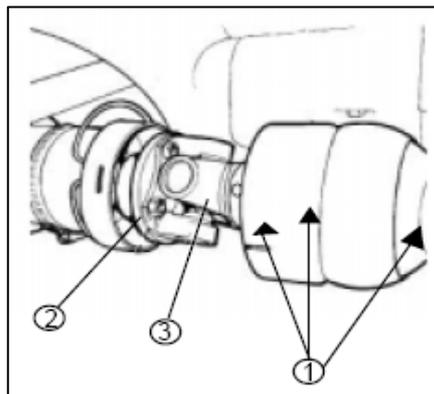

Fig. 118
Flecha Cardan del eje delantero (Fig. 118)
Quite el tapón pequeño (3) en el acoplamiento deslizante y reemplácelo con un niple de engrase con una rosca de 1/4 de pulgada. Engrase el acoplamiento (Fig. 118).